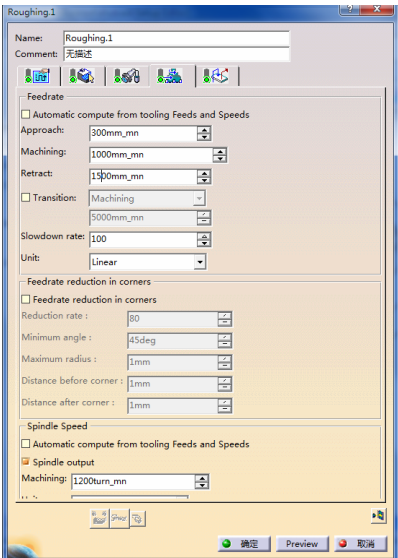

图 3-221 进给率参数选项卡（10）
4) 定义进给率。单击“Roughing.1”对话框中的，切换到进给率参数选项卡（10），如图 3-221 所示。